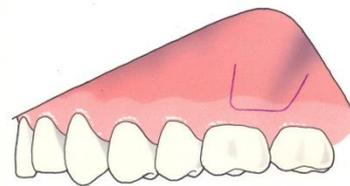

Fig. 1
Effectuer une incision en forme de U du maxillaire. Commencer par réaliser une incision verticale faisant environ 1 cm et étant parallèle et en mésiale par rapport à la crête infra-zygomatique, pratiquer ensuite une incision horizontale à 2 mm en-dessous de la ligne muco-gingivale et, enfin, effectuer une deuxième incision verticale (3) vers le haut d'environ 1 cm par rapport à la crête infra-zygomatique (fig. 1).
Réaliser une incision mandibulaire horizontale dans la gencive attachée ainsi que des extensions vers le bas dans la muqueuse, en mésial et en distal (Fig. 1).